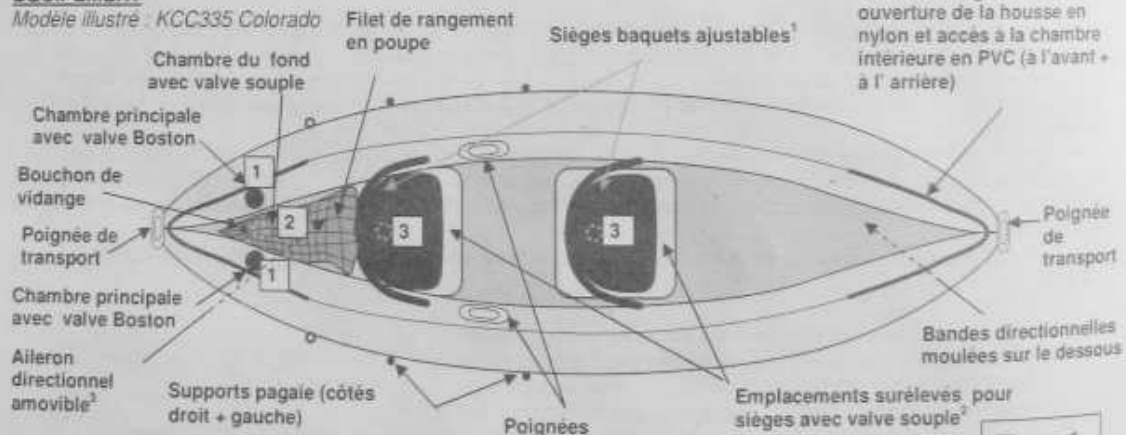

Figure 1
a) Valve(s) Boston (figure ci-contre) : dévissez le capuchon de la valve (1), vissez le corps de la valve (2) dans la base de la valve (3) ; veillez à ce que le capuchon reste accessible. Insérez l'extrémité du tuyau du gonfleur dans la valve et gonflez jusqu'à atteindre le niveau de pression recommandé (voir point 3). Après gonflage, fermez bien toutes les valves avec leur capuchon (dans le sens des aiguilles d'une montre). **N.B.** : une légère fuite d'air avant la fermeture des valves avec leur capuchon est normale, seul le capuchon des valves assure l'**ETANCHEITE**.
3. Gonflez le produit selon l'ordre de gonflage indiqué sur la plaque d'immatriculation imprimée sur le produit (voir également figure 1, la numérotation des valves).